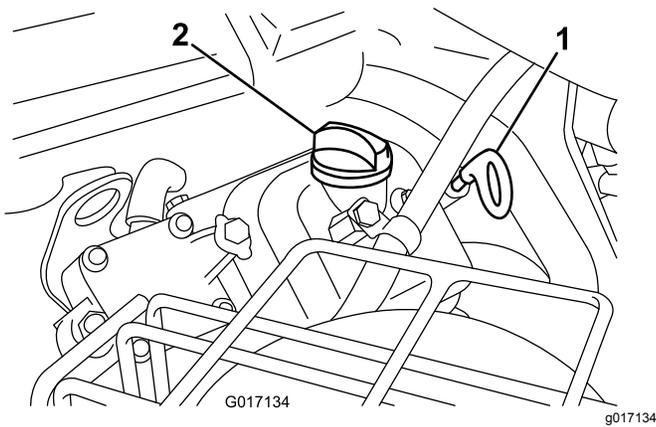

図 42
3. 補給口にディップスティックを差し込んでねじ部を最後まで締めこむ 図 42。